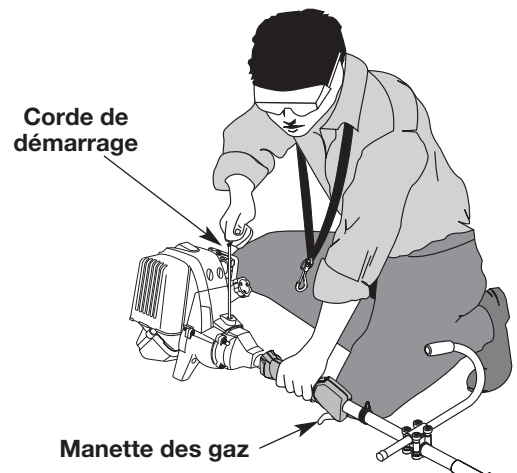

Fig. 21
**AVERTISSEMENT:** évitez tout démarrage accidentel. Tenez-vous en position de démarrage lorsque vous tirez sur la corde de démarrage (Fig. 21). L'opérateur et l'appareil doivent tous deux être en position stable pour éviter des blessures graves. Vérifiez la bonne installation de l'accessoire avant le démarrage de l'appareil.
4. Levez-vous en position de départ et **n'appuyez pas sur la manette des gaz** (Fig. 21). Tirez sèchement sur le cordon de démarrage jusqu'à 5 à 10 fois.